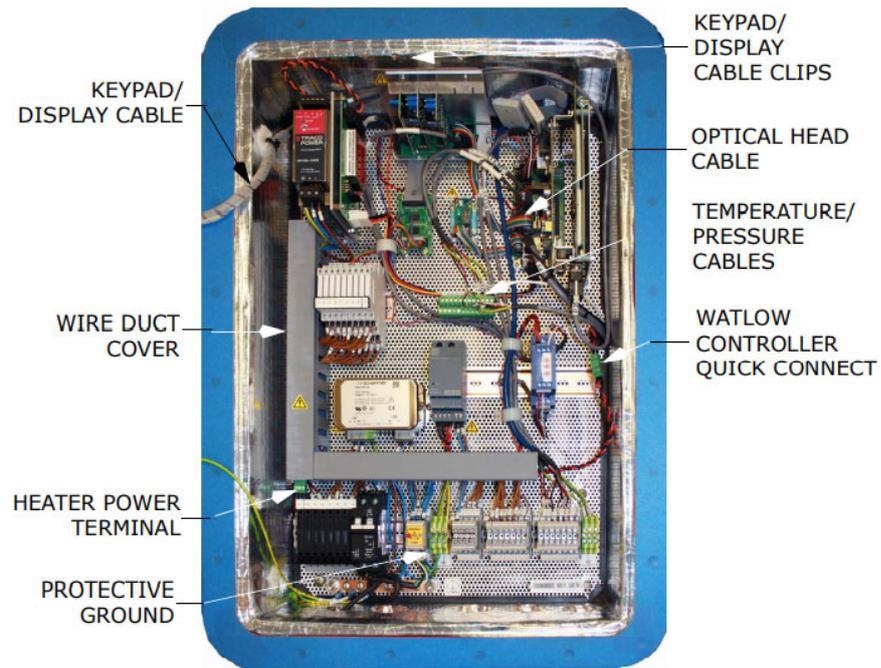

Figura 31. Painel do conjunto eletrônico
5. Remova o cabo de controle do teclado e do monitor dos cliques na parte superior do invólucro. Consulte a Figura 31.